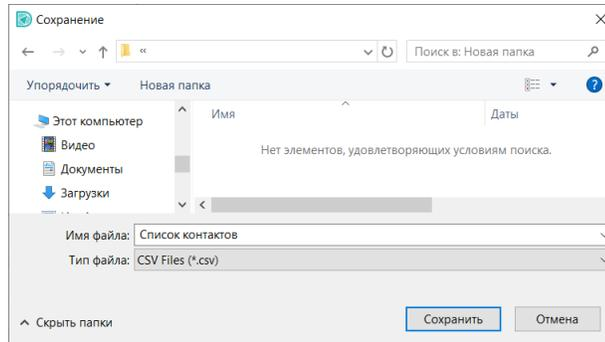

Рис. 275 Выбор места сохранения файла контактов
2. Укажите в окне проводника место сохранения, имя файла и нажмите «Сохранить», см. Рис. 275.